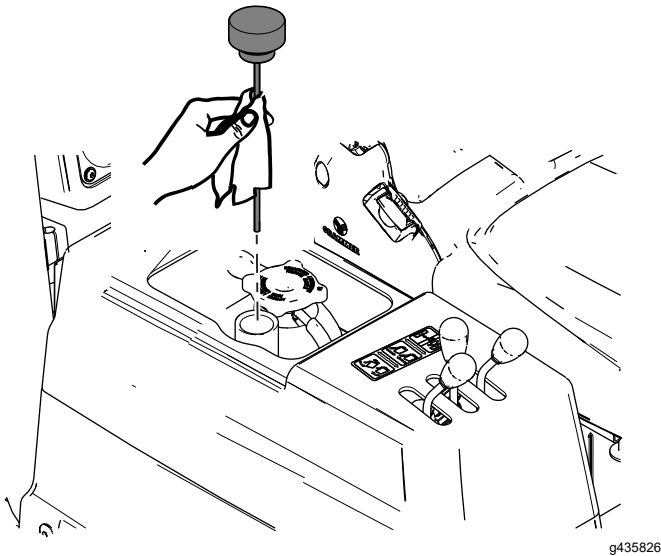

Figura 81
4. Retire la varilla del depósito hidráulico y limpie la varilla con un trapo limpio (Figura 81).